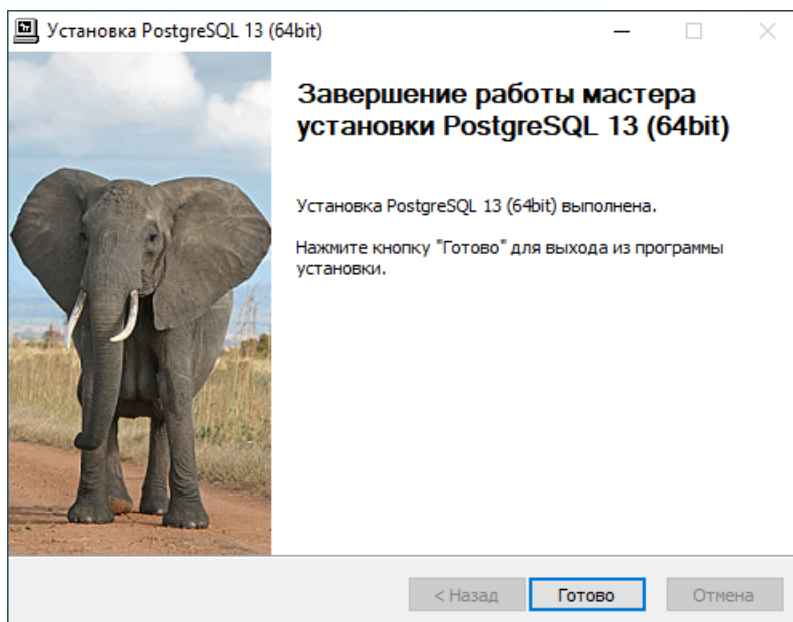

Рисунок 10 - Завершение установки PostgreSQL
11. После завершения процесса установки нажмите **Готово** (Рисунок 10).